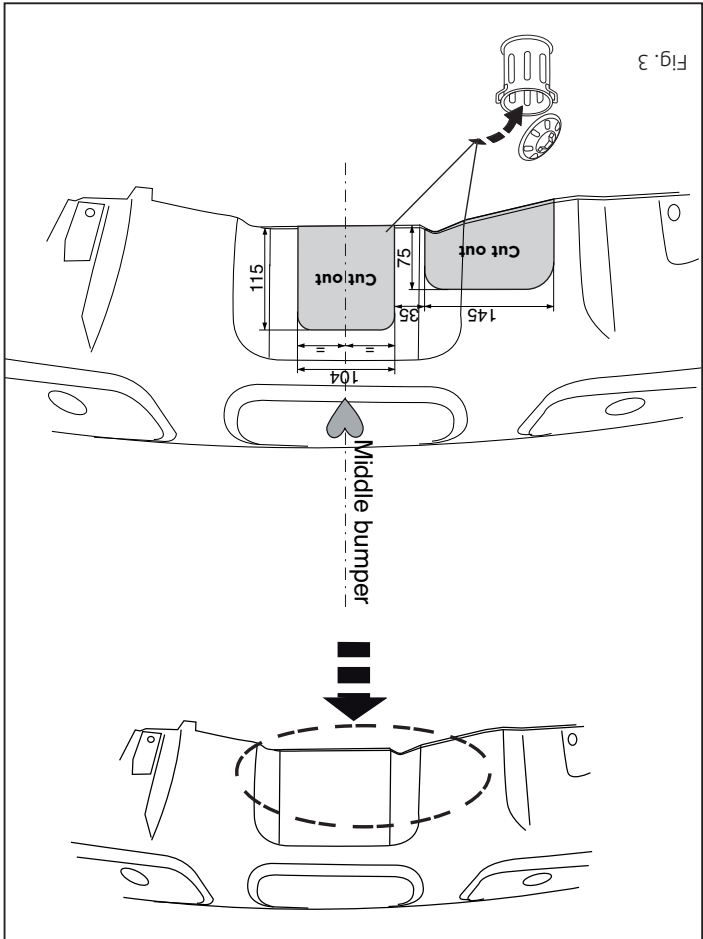

Fig. 3
2. Saw out the portions as indicated in fig. 3.
2. Gemäß Abb. 3 die angegebenen Teil heraus sägen.
2. Scier les parties indiquées conformément à la figure 3.
2. Såga ut delarna enligt fig. 3.